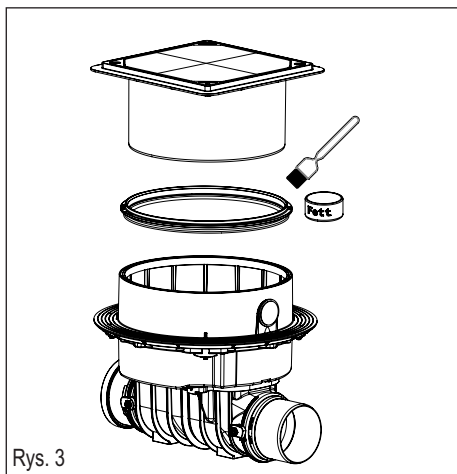

Rys. 1
A. Zamknięte całkowicie zamykanie robocze i awaryjne (ustawienie zamknięcia, rys. 1).
Korpus KESSEL Staufix FKA należy wypoziomować (patrz rys. 1).